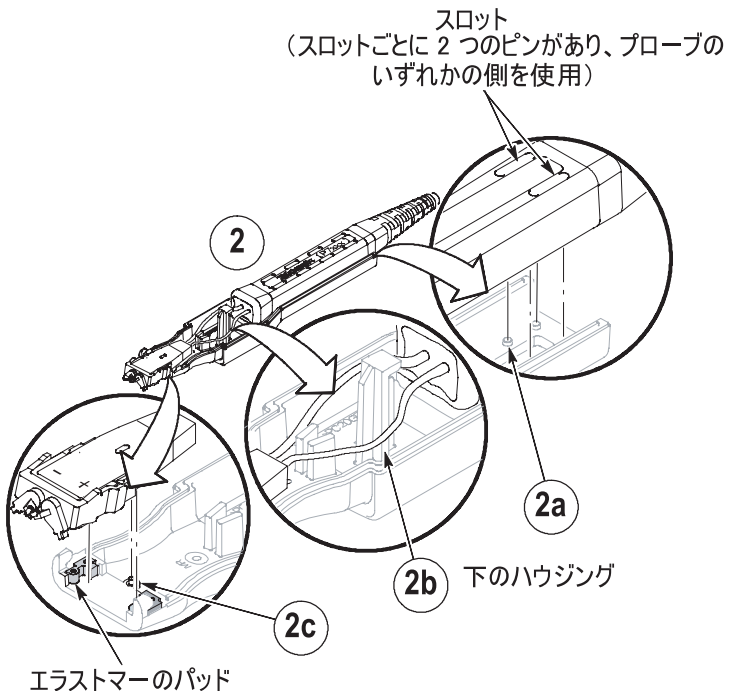
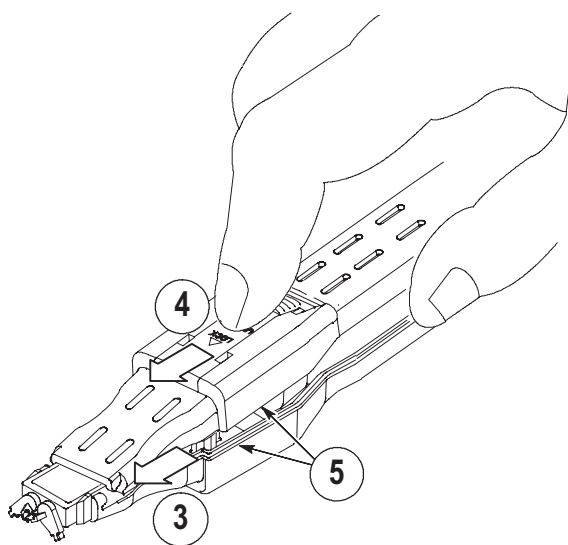

図 15 : ハンドヘルド・アダプタの組み立て
図 16 : ハンドヘルド・アダプタの固定
2. 必要な場合はハンドヘルド・アダプタ・ハウジングを分離し（ラッチの位置については 22 ページの図 16 を参照）、下のハウジングにプローブを装着します。図 15 を参照してください。
5. 上のハウジングのラッチを前方にスライドさせ、ハウジングを所定の位置に固定します。図 16 を参照してください。
注：ハンドヘルド・アダプタが正しく組み立てられると、ハンドヘルド・アダプタのノーズ部分にあるエラストマーのパッドによって（図 15 を参照）、プローブ・チップへの圧力が大きすぎない限り、圧力が均等に分散します。プローブ・チップで圧力が均等に分散すると、差動測定で 2 つの相互接続ポイントを接続しやすくなります。